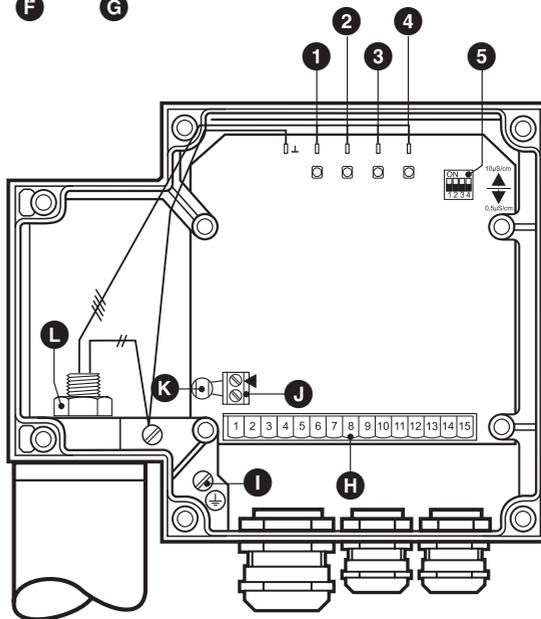

Fig. 6
3. Allentare il dado **L** con una chiave da 17 mm ma non toglierlo, **Fig. 6**